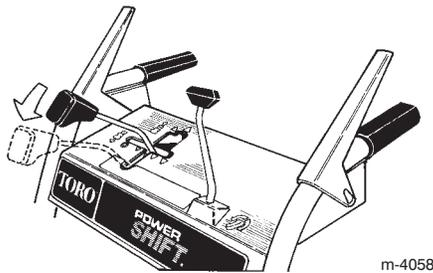

Bild 11
8. Bringen Sie die Räder manuell in die **hintere** Power Shift-Stellung, indem Sie an den Handgriffen nach oben ziehen und den Schalthebel ganz nach vorne bewegen (Bild 11).